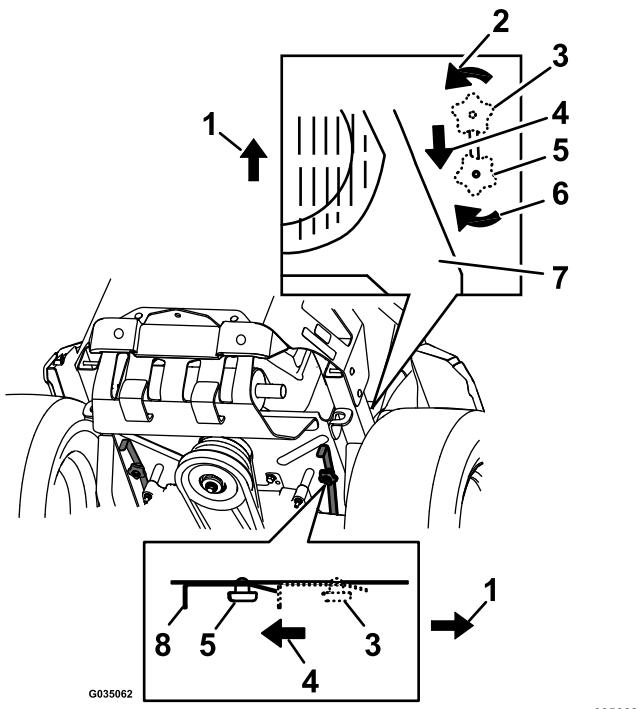

Figura 34
3. Para empujar la máquina, mueva ambos pomos de desvío hacia atrás para bloquearlos en esa posición (Figura 34).
5. Para hacer funcionar la máquina, mueva ambos pomos de desvío a la posición de ADELANTE y bloquéelos en esa posición (Figura 34).